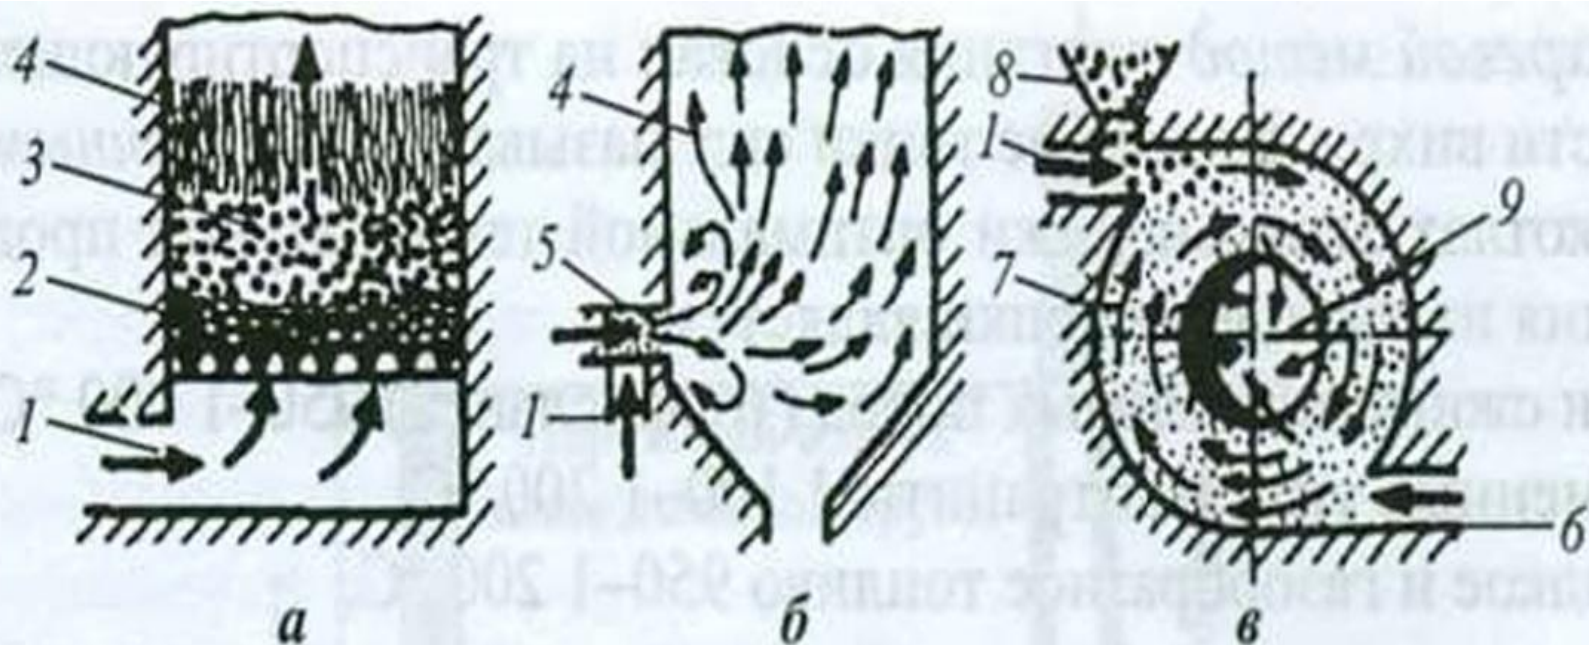

Рис. 28. Схема организации топочных процессов:
- *Топкой* или *топочным устройством* называется часть котла, предназначенная для сжигания топлива с целью преобразования его химической энергии в тепло (рис. 28). Это может быть камера с колосниками или без них, зольник, устройство для подачи топлива и воздуха и для удаления шлака. Топка должна обеспечить полное и устойчивое сгорание топлива с малыми потерями тепла. В топке происходит теплоотдача излучением (радиацией) к экранам.